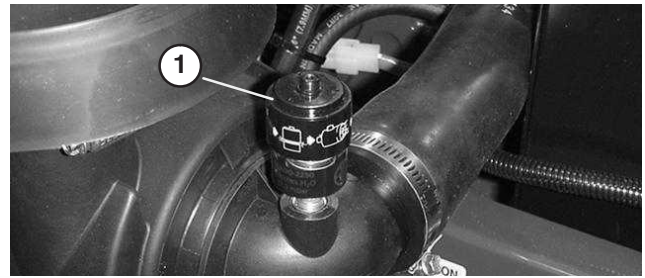

Figure 43
- Faites l'entretien du filtre à air quand l'indicateur de colmatage (Fig. 43) est rouge ou toutes les 400 heures (plus fréquemment si vous travaillez dans une atmosphère extrêmement poussiéreuse ou sale). N'effectuez pas l'entretien du filtre à air plus souvent.
- Réarmez l'indicateur de colmatage (Fig. 43) s'il est rouge.